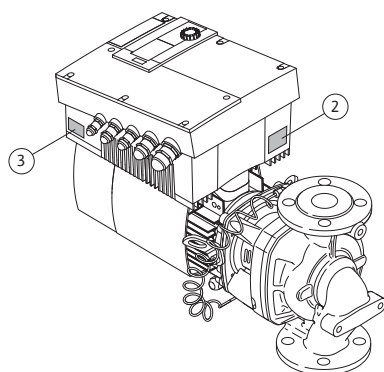

Fig.12: Dispunerea plăcuțelor de identificare:
- Plăcuța de identificare Drive se află pe invertor, pe partea trecerilor de cabluri (Fig. 12, Poz. 3). Racordul electric se va realiza în conformitate cu datele de pe plăcuța de identificare Drive.